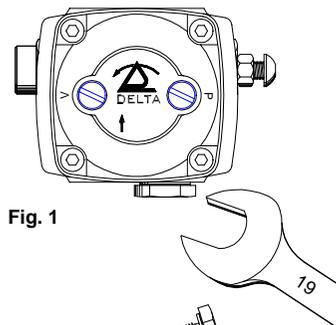

Fig. 1
- Usando una chiave esagonale da 19 mm, rimuovere il tappo da 1/4" che ostruisce il foro di ritorno (Fig. 1).
- Inserire ed avvitare un tappo da 1/4" nel foro di ritorno (Fig. 1).